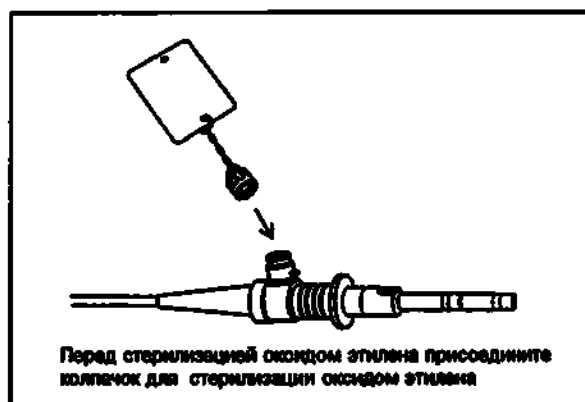

Рис. 6.1
- Перед стерилизацией необходимо присоединить колпачок для стерилизации оксидом этилена к вентиляционному разъёму на коннекторе волоконно-оптического кабеля. Если колпачок для стерилизации оксидом этилена не будет прикреплён к эндоскопу во время стерилизации, то создающийся внутри стерилизационной камеры вакуум может вызвать разрыв каучукового покрытия вводимой трубки и изгибаемой части. Для того чтобы присоединить колпачок для стерилизации оксидом этилена, необходимо поместить колпачок сверху вентиляционного разъёма, совмещая выступ, расположенный снаружи разъёма, с вырезом на колпачке, затем надавить на колпачок и повернуть его по часовой стрелке до упора (приблизительно на 90°). Для отсоединения необходимо повторно надавить на колпачок и повернуть его против часовой стрелки (см. рис. 6.1).